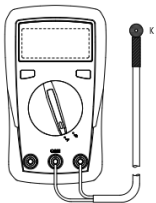

Figure 5
9. Mesure de la température (uniquement pour UT131C, voir Figure 5)